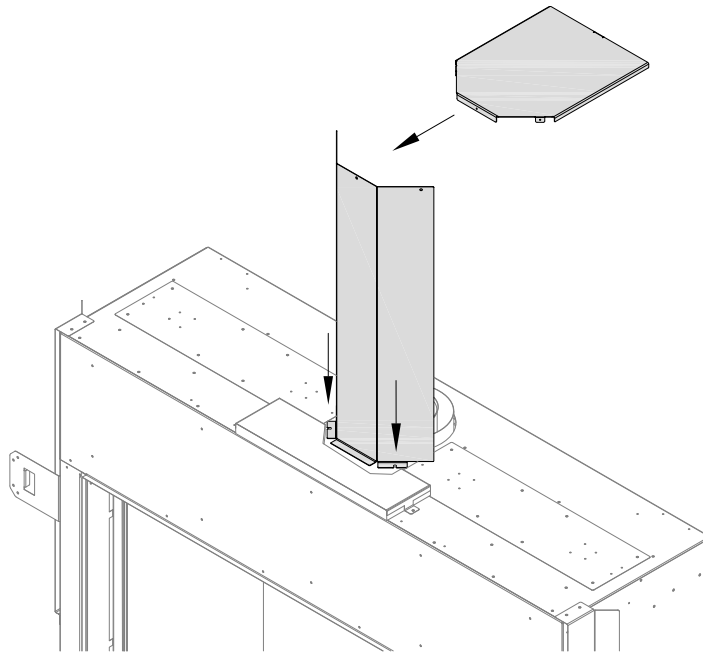

Figure 3.7 - Installation des écrans thermiques du conduit d'évacuation
- Pour un conduit d'évacuation traversant le plafond de l'enceinte du foyer, utilisez seulement l'écran thermique vertical (devant le conduit), tel que montré à la Figure 3.7.
- Pour un conduit d'évacuation de longueur minimum traversant un mur, utilisez l'écran thermique vertical (devant le conduit) et l'écran thermique horizontal (au-dessus du conduit), tel que montré à la Figure 3.7.